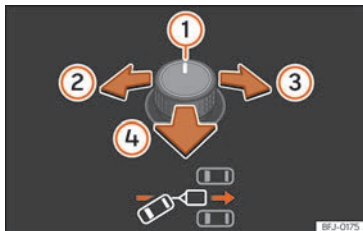
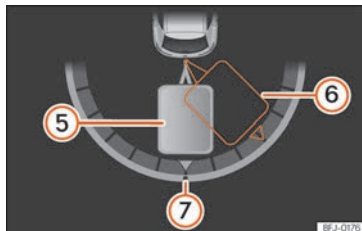

Abb. 206 Drehknopf für die Außenspiegel: Ausrichtung des Anhängers einstellen.
Abb. 207 Bildschirm des Kombi-Instruments: Rückwärtsfahren.
Legende zu **Abb. 206**, **Abb. 207**:
• Schalter kippen, bis die gewünschte Richtung erreicht ist **» Abb. 206**. Im Display des Kombi-Instruments erscheint zur Orientierung eine Darstellung des Gespanns in der aktuellen Position **» Abb. 207**.